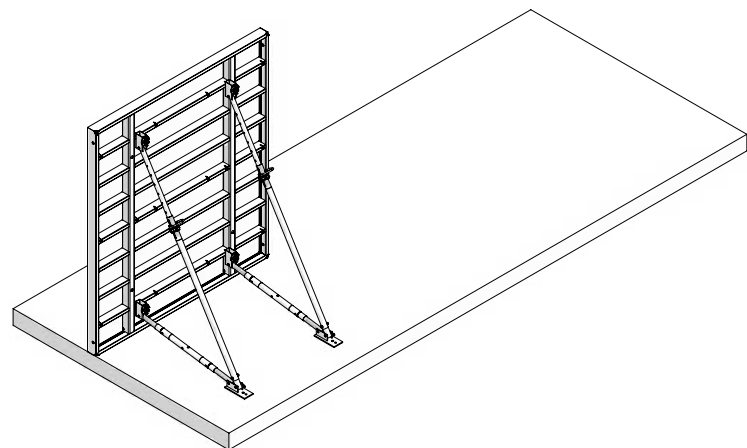

Abb. 70.1
2. Das erste Element stellen und mit 2 Richtkonsolen am Boden/Betonfertigteil fixieren, um es gegen Umfallen zu sichern (Abb. 70.1). Die Fußplatte muss kraftschlüssig am Boden/Betonfertigteil befestigt sein – auf Erdreich mit 2 Erdnägeln, auf Beton mit 2 Schwerlastdübeln.